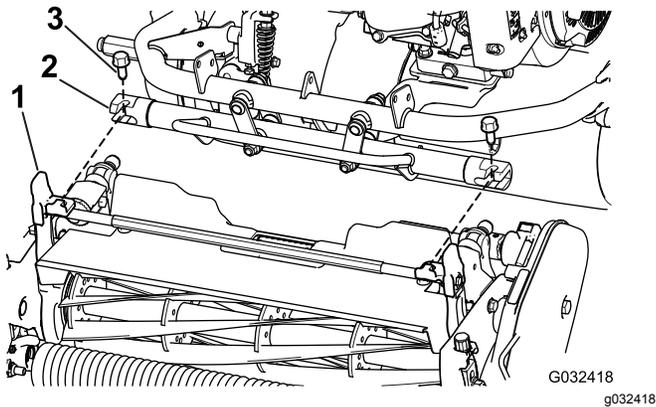

Figure 7
4. Manœuvrez le cadre de la machine en avant jusqu'à ce qu'il s'engage avec les bras pivotants de l'unité de coupe (Figure 7).
5. Fixez le cadre de la machine aux bras pivotants de l'unité de coupe avec 2 boulons ($\frac{3}{8}$ " x $\frac{3}{4}$ " (Figure 7).